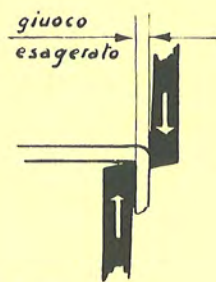

Fig. 2
- b) con il seghetto per le misure superiori (vedi F. P. 21A - fig. 2).
- b) angoli convenienti (F. P. 23A - fig. 2);
- d) che i coltelli scorrano facilmente uno sull'altro con un leggerissimo gioco (fig. 1); un gioco eccessivo potrebbe piegare la lamiera da tagliare (fig. 2);